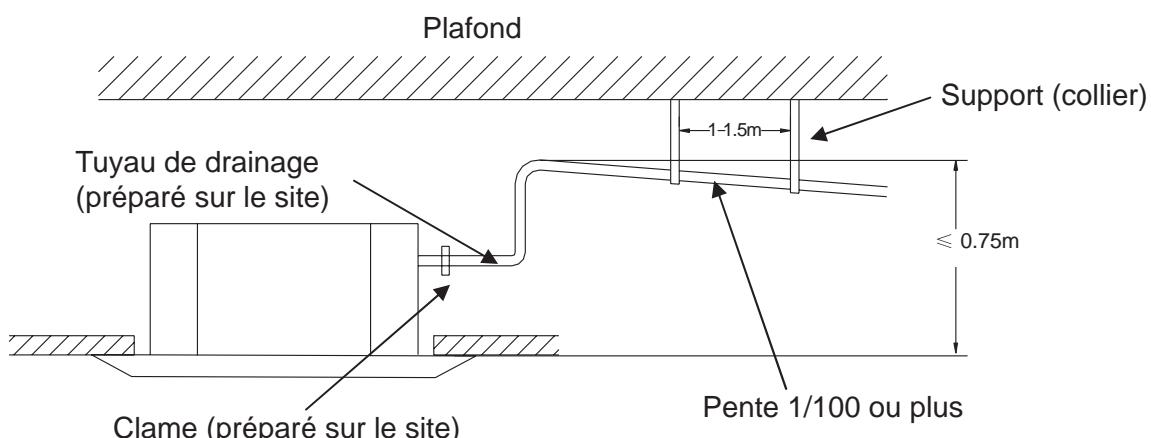

Figure 13
1. N'élévez pas le tuyau de vidange (drainage) à plus d'un mètre car cela risquerait de causer des fuites .(Fig.13)
2. Assurez-vous que le tuyau de vidange à une pente vers le bas (pas moins de 1/100) et qu'il n'y pas de rétention d'eau (Figure 13).
3. Pour retenir le tuyau de vidange, espacez un collier tous les 1 m à 1,5 m. (Figure 13)